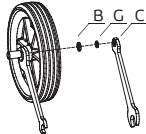

Рис. 4.
- Установить шайбы (2 шт. — В и G) на ось колеса и фиксируя ось ключом (К) стороной S17 (рис. 6) закручиваем гайку (С) вторым ключом (К) стороной S10 как показано на рис. 4.